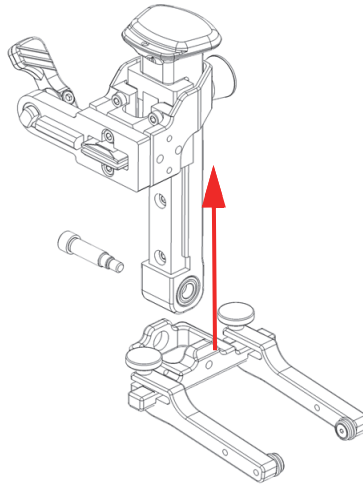

Abbildung 2-22 Schwenkträger des Gabelstücks herauschieben
5. Schieben Sie die Schiene der federbelasteten Arme aus dem Schwenkträger des Gabelstücks heraus (Abbildung 2-22 auf Seite 57).